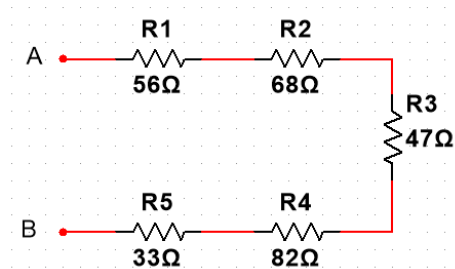

Figura 1. Circuito serie
- Calcule la resistencia equivalente R_{AB} en el circuito de la figura 1.
- Use TinkerCAD y Multisim para simular el circuito de la figura 1.
- Use el protoboard para realizar el montaje del circuito de la figura 1.